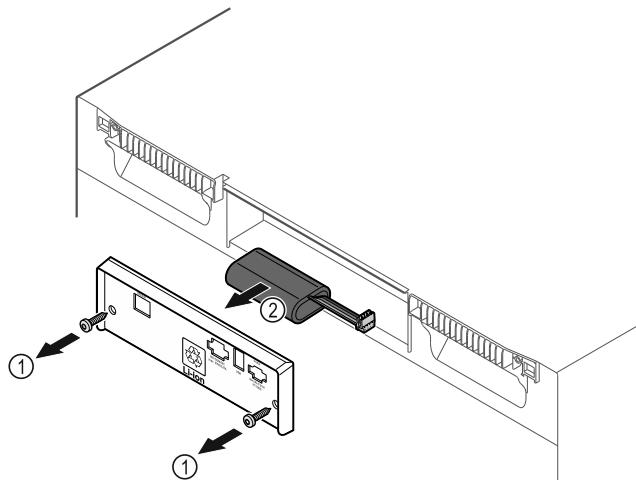

Fig. 202
- Ξεβιδώστε τις βίδες και αφαιρέστε το κάλυμμα στην πίσω πλευρά της συσκευής Fig. 202 (1).
- Αποσυνδέστε και τραβήξτε έξω την μπαταρία Fig. 202 (2).